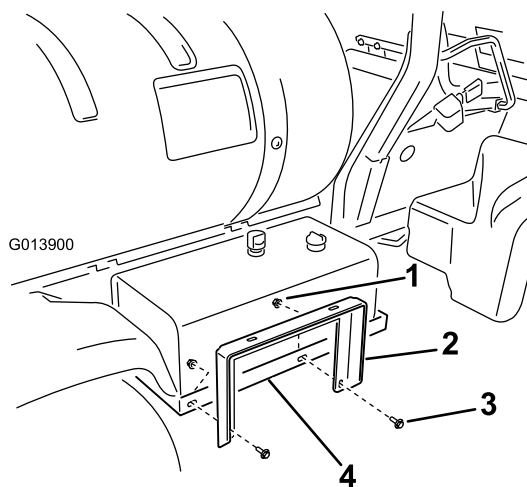

Figura 8
1. Monte el soporte del carrete de la manguera en el soporte del depósito hidráulico (Figura 8) usando 2 pernos con arandela prensada (3/8 x 1/ pulgada) y 2 tuercas con arandela prensada (3/8 pulgada). No apriete del todo las tuercas para poder ajustar la posición más tarde.
3. Sujete el soporte del carrete de la manguera a las pletinas del carrete de la manguera (Figura 8) usando 2 pernos con arandela prensada (3/8 x 1/ pulgada) y 2 tuercas con arandela prensada (3/8 pulgada).